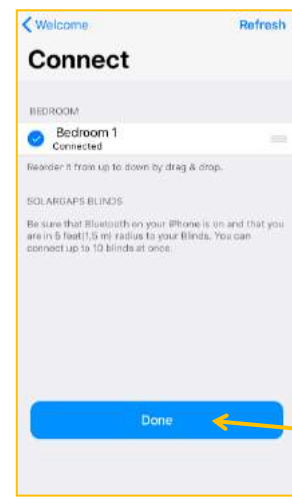

Abbildung 7
10.2.3.4 Um die Verbindung zu bestätigen, auf **Done** tippen (Abb. 7).